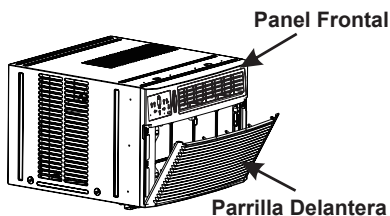

Fig.1
1. Baje la rejilla frontal y retire el filtro (consulte la Fig. 1).